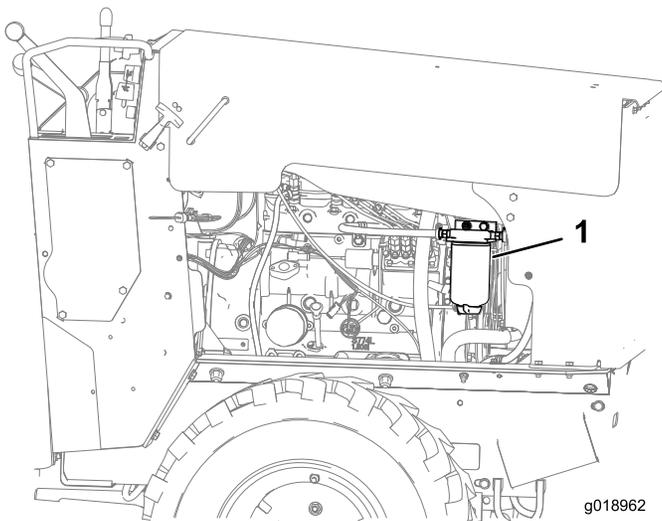

Figure 32
1. Localisez le filtre à carburant situé du côté droit du moteur (Figure 32) et placez un récipient dessous.